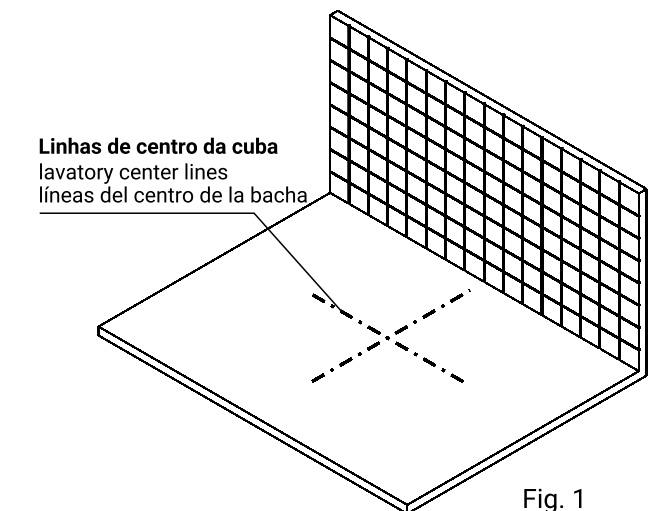

Fig. 1
- 1 Colocar a cuba sobre o tampo, posicioná-la no local desejado p/ instalação, levando em consideração as dimensões da torneira e sifão que serão utilizados. Traçar no tampo uma linha de centro, no sentido longitudinal e no sentido transversal (conforme fig.1).
Place the sink on the top of the basin cabinet; put it in the desired position for installation, taking into consideration the distances of the tap and the syphon that will be used. Draw a line to the centerline of the sink and further up to the cabinet top (according to fig. 1).
Coloque la cuba encima de la tapa, ubicándola en la posición deseada para instalar, llevando en cuenta las dimensiones del grifo y sifón que se utilizarán. Marque una línea en el centro de la cuba y aléguela hasta la tapa (según fig.1.)